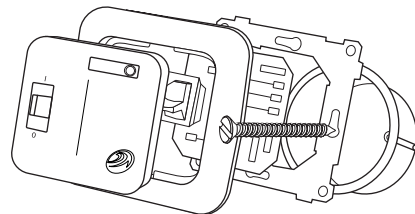

Рис. 7 Установка контроллера СКПВ220В-мини 2 в монтажную коробку.
4. установите прибор в монтажную коробку и зафиксируйте, как минимум, двумя саморезами (рис. 7).